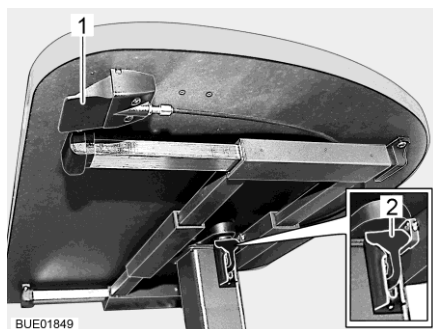

Fig. 87 Table à hauteur réglable avec touche de déverrouillage
- Tirer le levier de verrouillage (Fig. 87,2) vers le bas ou l'enfoncer.
- Pousser le levier de verrouillage (Fig. 87,2) vers le haut.
- Pousser la touche de déverrouillage (Fig. 87,1) et la maintenir poussée. Le plateau de table s'élève alors automatiquement jusqu'à la butée de fin de course.
- Lâcher la touche de déverrouillage (Fig. 87,1). Le plateau de table reste dans la position choisie.
- Pousser la touche de déverrouillage (Fig. 87,1) et la maintenir poussée.
- Lâcher la touche de déverrouillage (Fig. 87,1). Le plateau de table reste alors dans la position la plus basse.